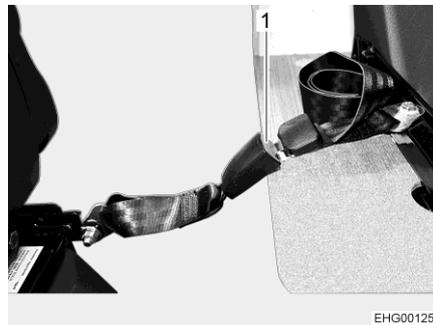
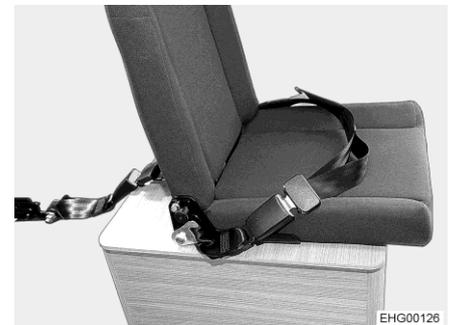

Bild 33 Sicherungsgurt
Bild 34 Sitz (fertig montiert)
- Sicherungsgurt (Bild 33,1) in das Gurtschloss stecken. Der zusätzliche Sitz ist nun fertig montiert (Bild 34).